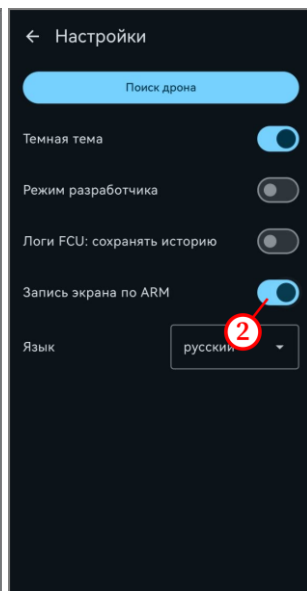

Рисунок 54
- в окне настроек нажать на переключатель  «Запись экрана по ARM» (рисунок 54, шаг 2).